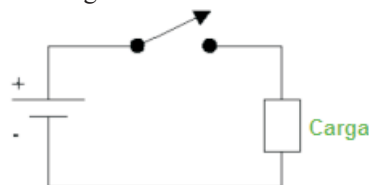

Figura 3
1. **Contato Normalmente Aberto (NA):** não há passagem de corrente elétrica na posição de repouso, como pode ser observado na figura 3. Destá forma a carga não estará acionada.